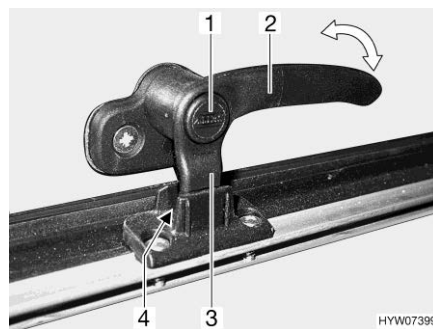
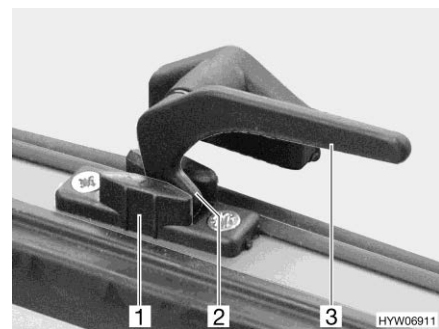

Fig. 120 Palanca de bloqueo con botón de seguridad en la posición de "ventilación continua"
Fig. 121 Palanca de bloqueo en la posición de "ventilación continua"
- En la posición "ventilación continua" (Fig. 120 y Fig. 121)
- Si existe, pulsar el botón de seguridad (Fig. 120,1) y mantenerlo pulsado.
- Girar todas las palanca de bloqueo (Fig. 120,2 ó Fig. 121,3) un cuarto de vuelta hacia el centro de la claraboya.
- Girar de nuevo hacia atrás las palancas de bloqueo. En esto, introducir el saliente de bloqueo (Fig. 120,3 ó Fig. 121,2) en el rebaje del bloqueo de la claraboya (Fig. 120,4 ó Fig. 121,1).